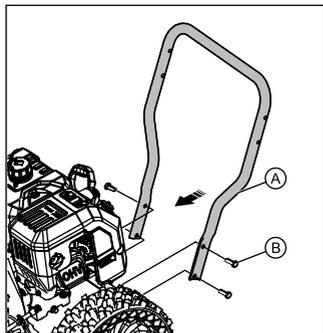

Рис. 1
ШАГ 1. Установка нижней рамы ручки (рис. 1).
3. Закрутите 4 фланцевых болта М8х25 (В), чтобы закрепить нижнюю раму ручки (А) (рис. 1).